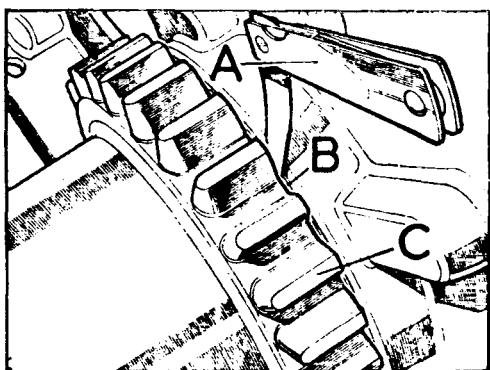

Fig. C1-46 Comprobación del juego longitudinal del piñón intermedio
- Utilizando galgas se comprobará el juego longitudinal del piñón intermedio, C (Fig. C1-46), el cual debe estar comprendido entre 0,10 á 0,20 mm. El ajuste se efectuará, bien rebajando la cara de acero de las arandelas, o agregando - suplementos según necesidad.